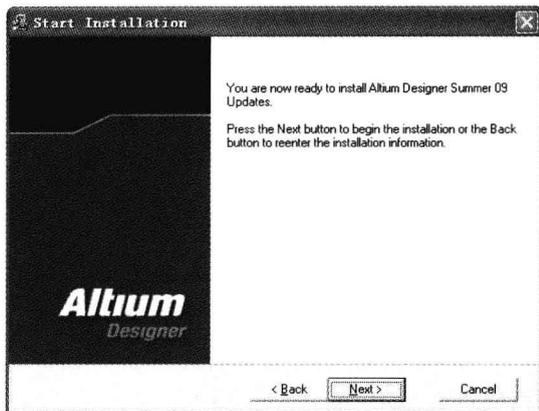

图 1-11 升级确认窗口
(3) 通常情况下，升级向导会自动寻找到软件所安装的路径，不必更改升级路径，单击 **Next >** 按钮，继续执行。弹出一个升级确认窗口，提示将进行升级，如图 1-11 所示。